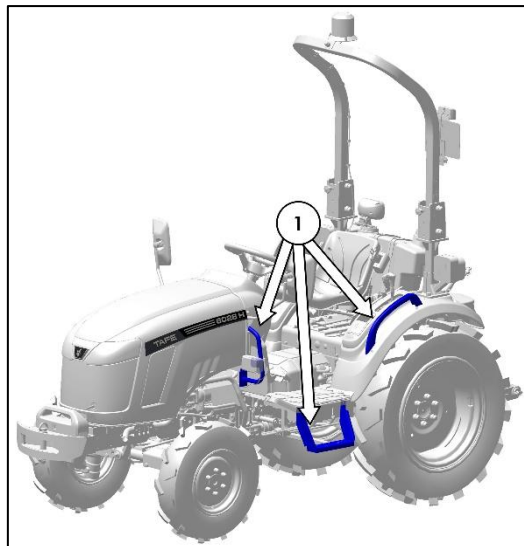

Fig. 36 - MONTER À BORD DU TRACTEUR
- Utilisez toujours trois points de contact (fig. 36) avec le tracteur, et faites face à celui-ci lorsque vous montez sur le siège de l'utilisateur ou en descendez. (L'expression trois points de contact signifie que vous devez à tout moment avoir les deux mains et un pied en contact avec le tracteur lorsque vous montez à bord ou en descendez).